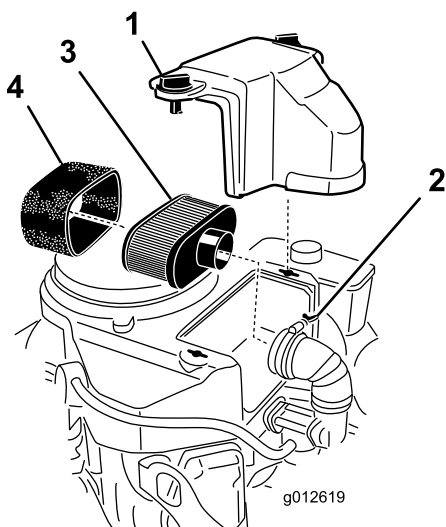

図 43
3. エアクリーナを外したときエンジン内部に異物が入らないよう、周辺をきれいに拭く(図 43)。
4. エアクリーナのカバーのノブのねじをゆるめてカバーを外す 図 43。
5. エアクリーナのホースクランプをゆるめてエアクリーナアセンブリを外す 図 43。
6. ペーパーエレメントからスポンジエレメントを注意深く取り外す(図 43)。
1. ペーパーエレメントを軽くたたいて、たまっているほこりを落とす。汚れがひどい場合には、新しいペーパーエレメントに交換する 図 43。
1. ペーパーエレメントに、注意深くスポンジエレメントを取り付ける 図 43。
2. エアクリーナのベースまたはホースにエアクリーナアセンブリを取り付けて固定する 図 43。
3. エアクリーナのカバーを取り付け、ノブを締め付けて固定する 図 43。